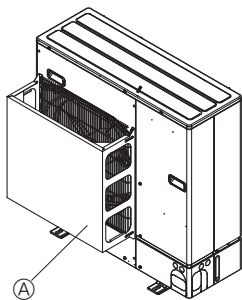

Fig. 2-4
- ② Si la unidad está situada en un lugar expuesto a vientos fuertes como huracanes que puedan entrar en la salida de aire, coloque una guía de protección de aire opcional. (Fig. 2-4)